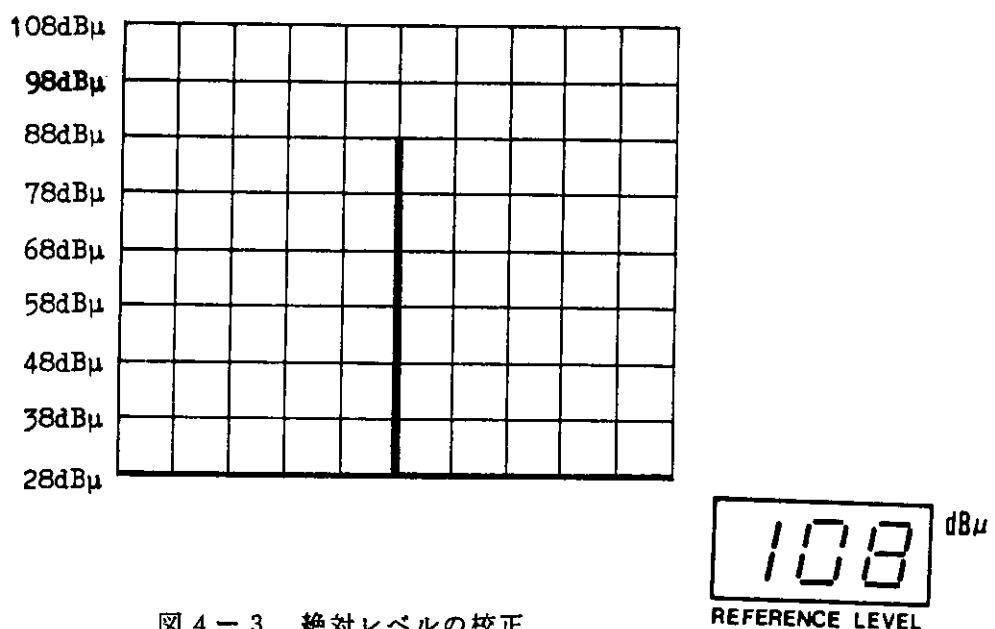

図4-3 絶対レベルの校正
- ② 信号スペクトラムのレベルが、CRTディスプレイ上の縦軸目盛（REF.  $\sim -80 \text{ dB}$  ライン）のいずれかと一致するように、**RF. ATT.** および **IF GAIN** のスイッチを調整します。このとき、CRTディスプレイの最上目盛（REF.）の絶対値レベルが **REFERENCE LEVEL** 表示に示されますので、この値と信号スペクトラムのCRTディスプレイ上の目盛からの読み取り値との和が絶対レベル（ $\text{dB}\mu$ ）となります。例えば、**RF. ATT.** と **IF GAIN** のスイッチによって信号スペクトラムを CRT ディスプレイの最上目盛（REF.）から 2 目盛下がった  $-20 \text{ dB}$  ラインに合わせたとします。このとき、**REFERENCE LEVEL** 表示が  $108 \text{ dB}\mu$  の値を示したとしますと、絶対値レベルは、 $108 \text{ dB}\mu + (-20 \text{ dB}\mu) = 88 \text{ dB}\mu$  となります。（図 4-3 参照）
- ③ CRT ディスプレイの縦軸目盛を拡大して測定したい場合には、**VERT. MODE** スイッチの **10dB/DIV.**, **2dB/DIV.**, **LINER** を、**2dB/DIV.** に設定することによって、1 目盛（1 DIV.）は  $2 \text{ dB}$  となり、CRT ディスプレイ上の読み取り分解能が 5 倍になります。